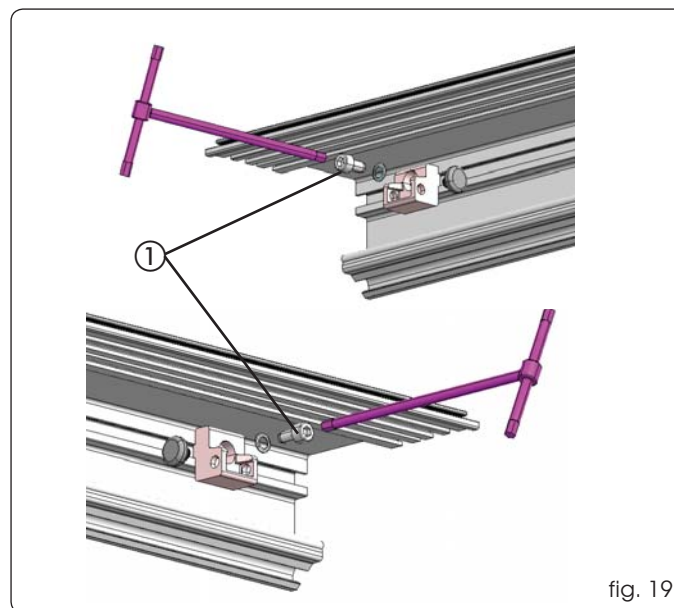

fig. 19
- Afloje los tornillos de bloqueo de los bloqueos mecánicos (fig. 19 ref. ①) y colóquelos en los extremos del perfil de soporte.